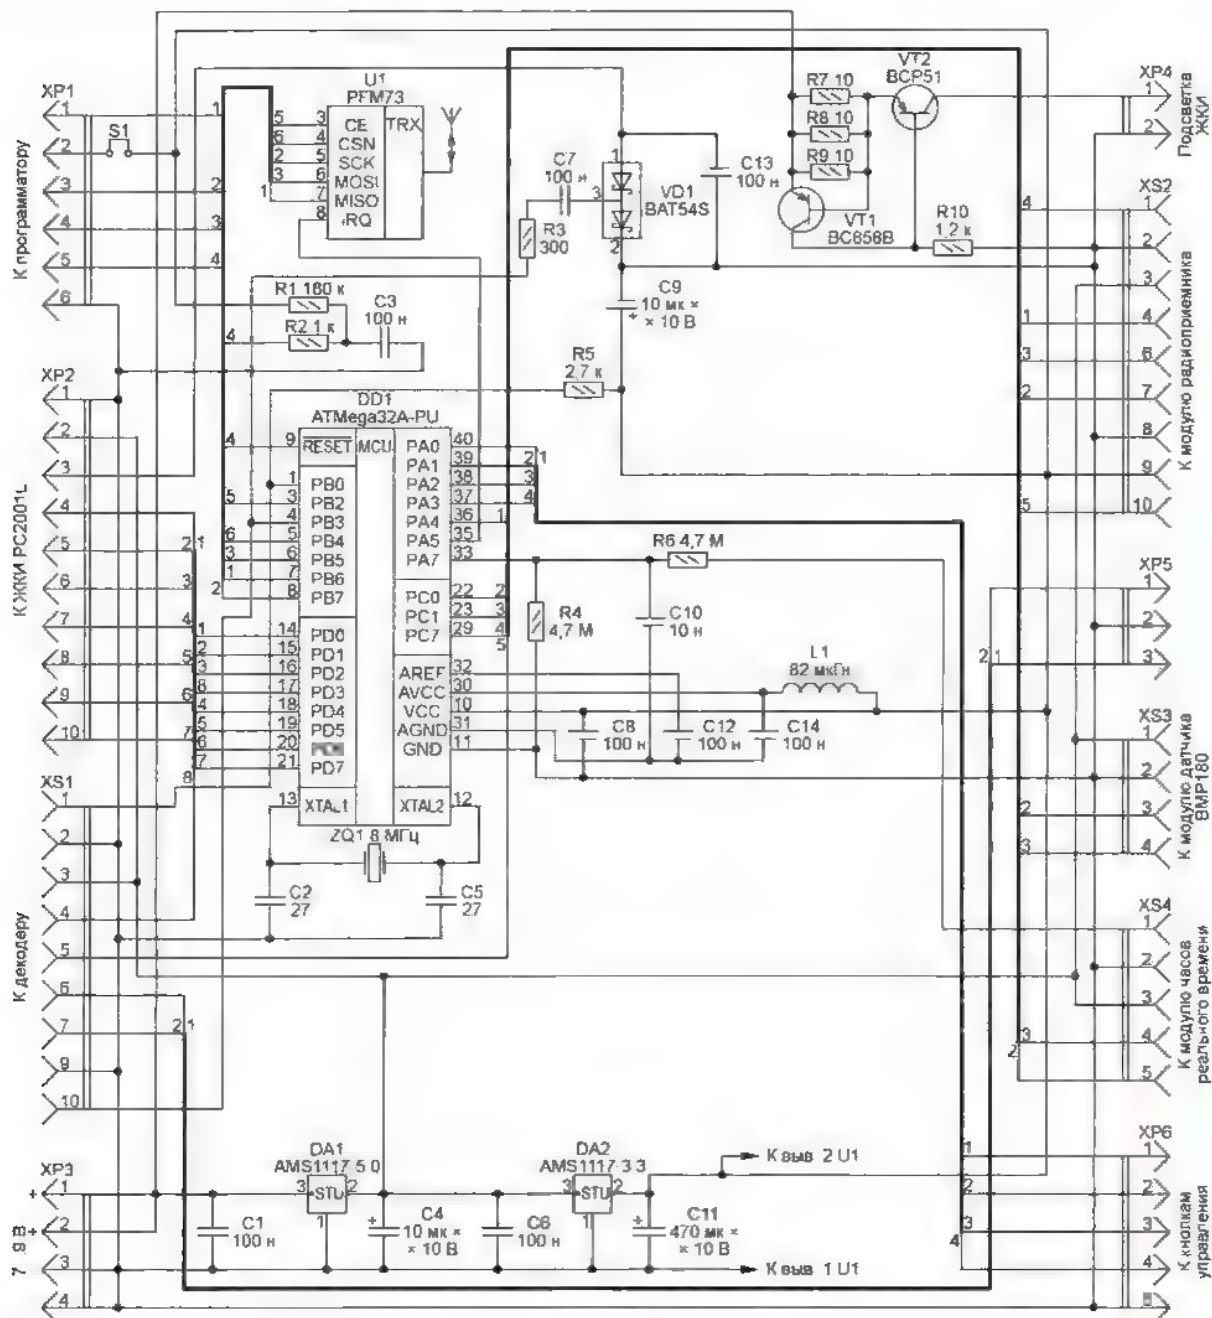
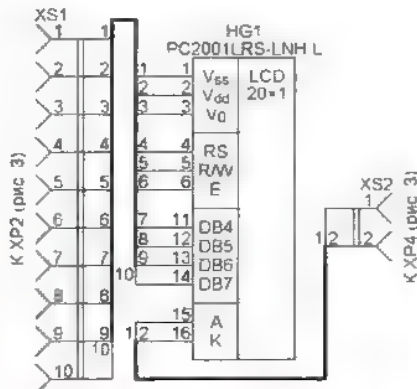
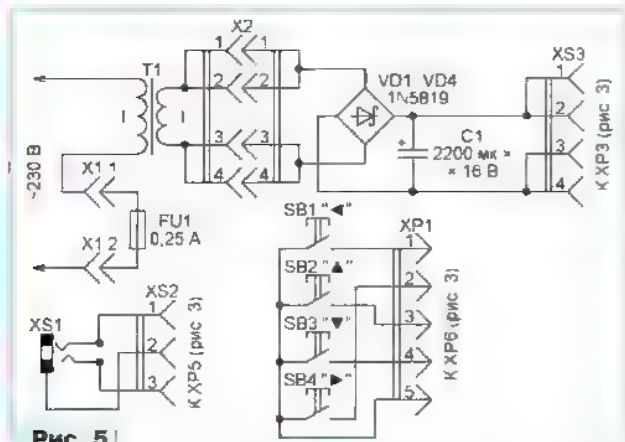
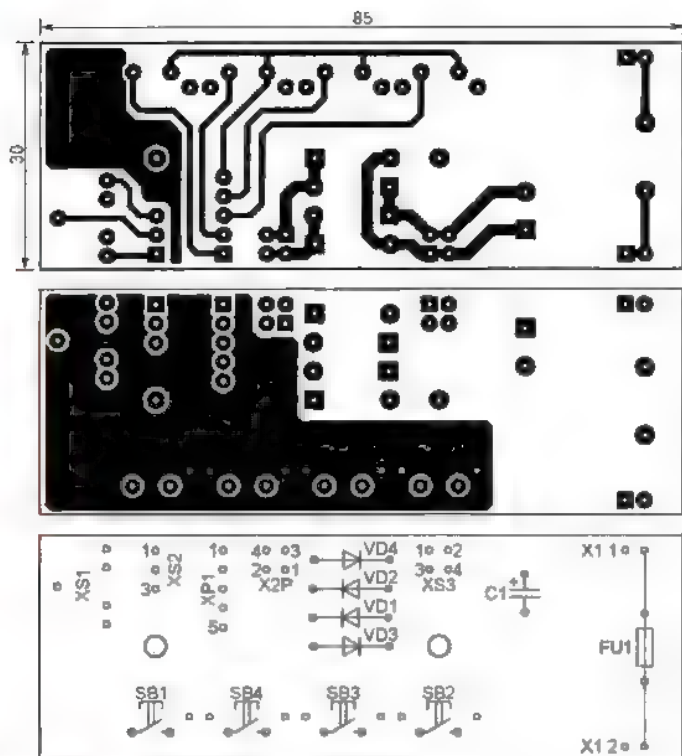

Рис. 3
Рис. 4
Рис. 5
Рис. 9
Принципиальная схема основной платы этого устройства изображена на рис. 3. Всеми процессами управляет микроконтроллер DD1, тактовая частота которого 8 МГц стабилизирована кварцевым резонатором ZQ1. Применение кварцевого резонатора обусловлено необходимостью формировать импульсы для тактирования фильтра в декодере СПВ, следующие с частотой 50 кГц, поддерживая ее с высокой точностью. Эти же импульсы (микроконтроллер формирует их на выходе PB3) использованы для получения с помощью выпрямителя VD1Р3С7С13 отрицательного напряжения, нужного для
Схема подключения ЖКИ HG1 к разъёмам XP2 и XP4 основной платы изображена на рис. 4. ЖКИ PC2001LRS-LNH-L выбран благодаря необходимому числу знакомест (20) в единственной строке и их высоте (14,54 мм). Габаритные размеры этого ЖКИ — 180×40 мм. Информация на его экране при использовании подсветки легко читается в любое время суток с расстояния до 3..4 м.
К основной плате подключают компоненты и узлы, собранные по схемам, изображенным на рис. 5. Сетевой источник питания содержит понижающий трансформатор T1, мостовой выпрямитель VD1—VD4, сглаживающий конденсатор C1
на схемах рис. 3 и рис. 4 разъемы. Длина соединяющего индикатор и плату десятипроводного плоского кабеля — не более 150 мм. Провода на одном его конце припаяны непосредственно к контактным площадкам на плате ЖКИ, а на другом конце установлен разъем IDC-10. Двухпроводный плоский кабель подсветки экрана ЖКИ на конце, присоединяемом к основной плате, оснащен разъемом BLS-2.
Детали, показанные на схеме рис. 5, находятся на дополнительной печатной плате (рис. 9). Это плавкая вставка FU1, кнопки управления SB1—SB4, аудио-гнездо XS1 и разъемы для соединения с трансформатором T1 и основной платой. Нужно отметить, что области сплошной металлизации дополнительной платы не соединены с общим проводом или другими целями устройства. Через крепежные резьбовые втулки M2,5×3,5 мм они контактируют с металлическим дном его корпуса.
Компаратор DA1.1 служит усилителем-ограничителем, превращающим входной сигнал в импульсы постоянной амплитуды, не зависящей от уровня этого сигнала. Через резистор R1 на него поступает звуковой сигнал из модуля радиоприемника, а по цепи C1C2R2 — сумма сигналов левого и правого стереоканалов с разъема XS1 (см. рис. 5). Элементы C4, R4 образуют звено ФНЧ с частотой среза около 1 кГц. Через резистор R3 на входы компаратора подано постоянное напряжение смещения 2,5 В с делителя напряжения R15—R17. Нагрузкой выхода компаратора с открытым коллектором служит резистор R5 (см. рис. 3)